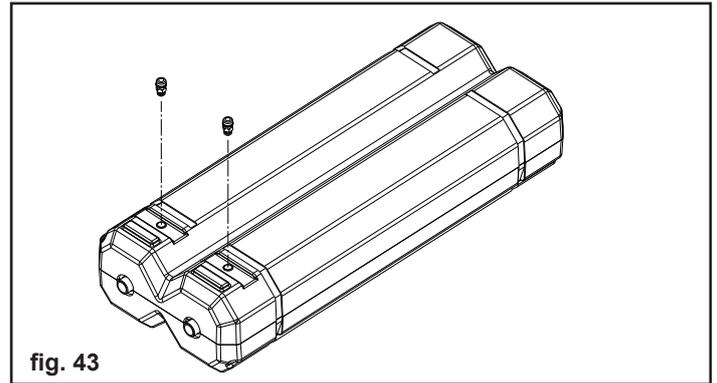

fig. 43
- Prima di posizionare l'accumulo inerziale nel vano superiore, togliere i tappi di nylon ed avvitare gli sfiati manuali nelle apposite sedi (fig.43)